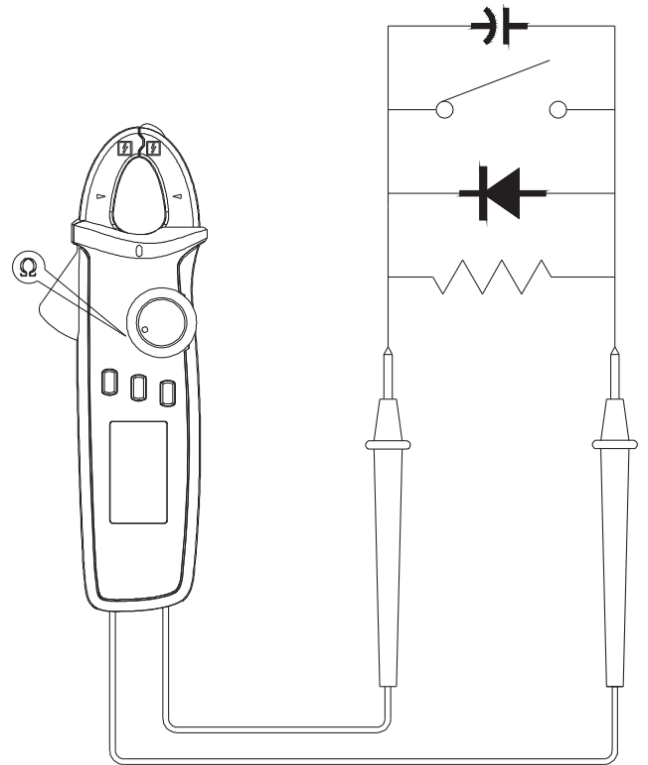

Рисунок 4
8.2. Измерение сопротивления / емкости / проверки диодов / прозвонка цепей (см. рисунок 4)